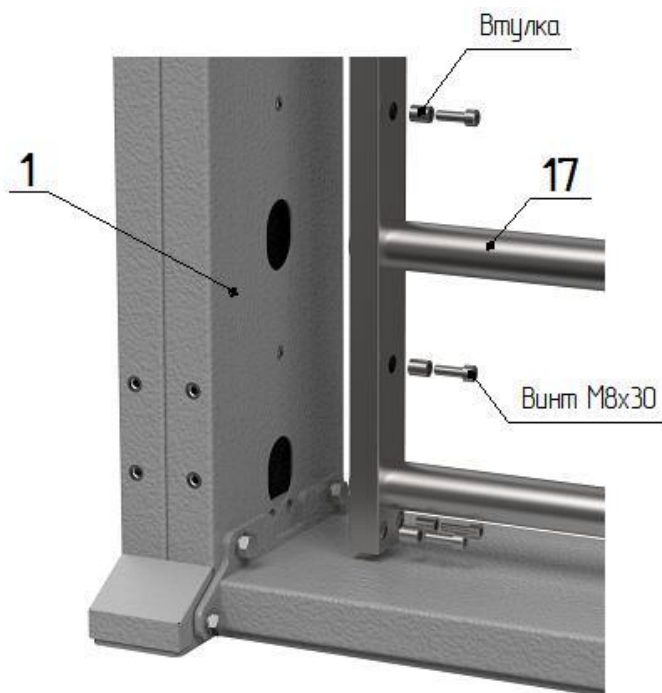

Рис. 3
– приставьте к внутренней плоскости стойки ограждения прохода **1** гребенку **17** (рис.3) и прикрутите винтами М8х30 через дистанционные втулки (только для работы в режиме шлюза).